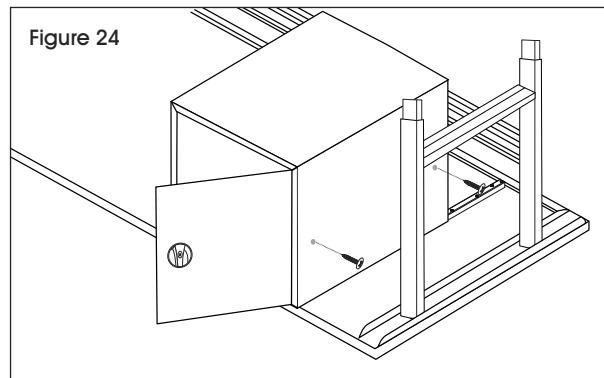

Figure 24
2. Fixez l'armoire aux profilés de fixation à l'aide de quatre boulons de 1/4-20 x 1/2 po. (Voir Figure 24)